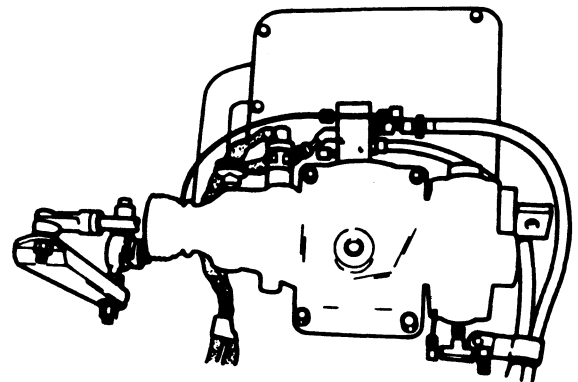

Fig. 6
- Verwijder de twee inbusbouten en trek het 2-H schakelventiel uit de boring in het huis van de schakelas (Fig. 6).